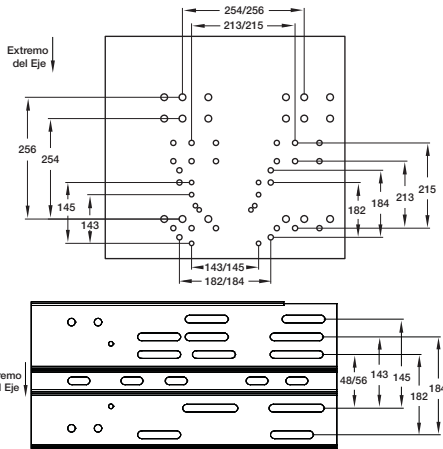

Figura 6 — Posiciones de Montaje del Motor según el Tamaño del Bastidor del Motor
1. Fije el motor a la placa con la ayuda de las piezas metálicas que se proporcionan. Los orificios se alinearán cuando el bastidor del motor (extremo del eje) esté a nivel con el borde de la placa del motor. Las piezas para el montaje del motor se incluyen en el kit de piezas adosado al marco del impulsor. Consulte la Figura 6 para conocer la posición de montaje según el tamaño del bastidor del motor. Consulte la página 6 para conocer el contenido del juego.